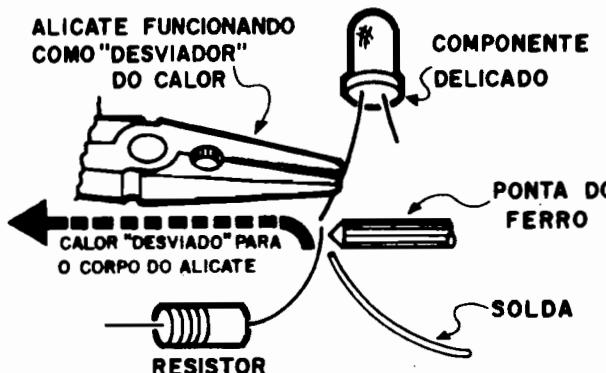

Fig.10
- **FIG. 10** - Usando um “desviador” de calor na proteção de componentes delicados. Os semicondutores (diodos, LEDs, transistores, Circuitos Integrados, etc.) e os capacitores eletrolíticos (todos esses componentes serão abordados em Lições específicas de ABC, no seu devido momento...) não “gostam” do calor excessivo. Seus terminais e estrutura interna, são industrialmente projetados para resistir à temperatura de soldagem por apenas **alguns segundos**. Aí vão algumas recomendações importantes para que não seja ultrapassada a sua “aceitação” térmica:
- Algumas junções são difíceis de se realizar rapidamente. Nesse caso, um “desviador” de calor deve ser providenciado (FIG. 10). Um alicate de bico (ou pinça travante metálica) aplicado ao terminal do componente delicado, “absorverá” o calor gerado, protegendo o componente. Para manter o alicate com o “bico fechado” (salvo grave defeito genético, ninguém tem 3 mãos: **uma** para segurar o ferro, **outra** para segurar a solda e a **terceira** para apertar o alicate...), uma cinta de elástico ou borracha aplicado às manoplas do dito alicate é um “truque” válido, muito utilizado...